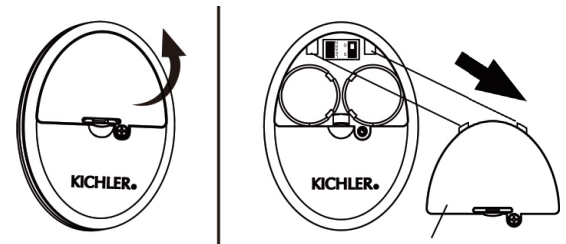

Figura 29
De lo contrario, el control remoto no funcionará. Para realizar este proceso manualmente, siga los pasos a continuación: Después de instalar y cablear la unidad, restaure la energía a su ventilador, presione y mantenga presionada la tecla LEARN (Aprender) durante 1 y 3 segundos, el ventilador se encenderá a velocidad media y la luz (si está instalada) se encenderá. Esto confirma que se ha completado el proceso de aprendizaje. Esta operación debe completarse dentro de los 30 segundos después de restaurar la energía al ventilador. (Figura 29)
**NOTA:** Asegúrese de que el interruptor deslizante en el compartimiento de la batería marcado “D O” esté en la posición “D”. (Figura 29)
**Paso 4.** Vuelva a colocar la cubierta de la batería y apriete con un destornillador. (Figura 29)